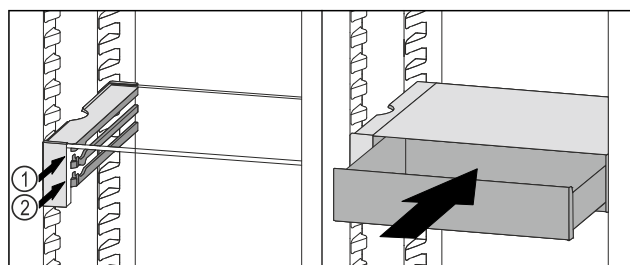

Fig. 85
- ▶ Установите выдвижной ящик VarioSafe за стопоры на требуемый выступ Fig. 85 (1) или Fig. 85 (2).